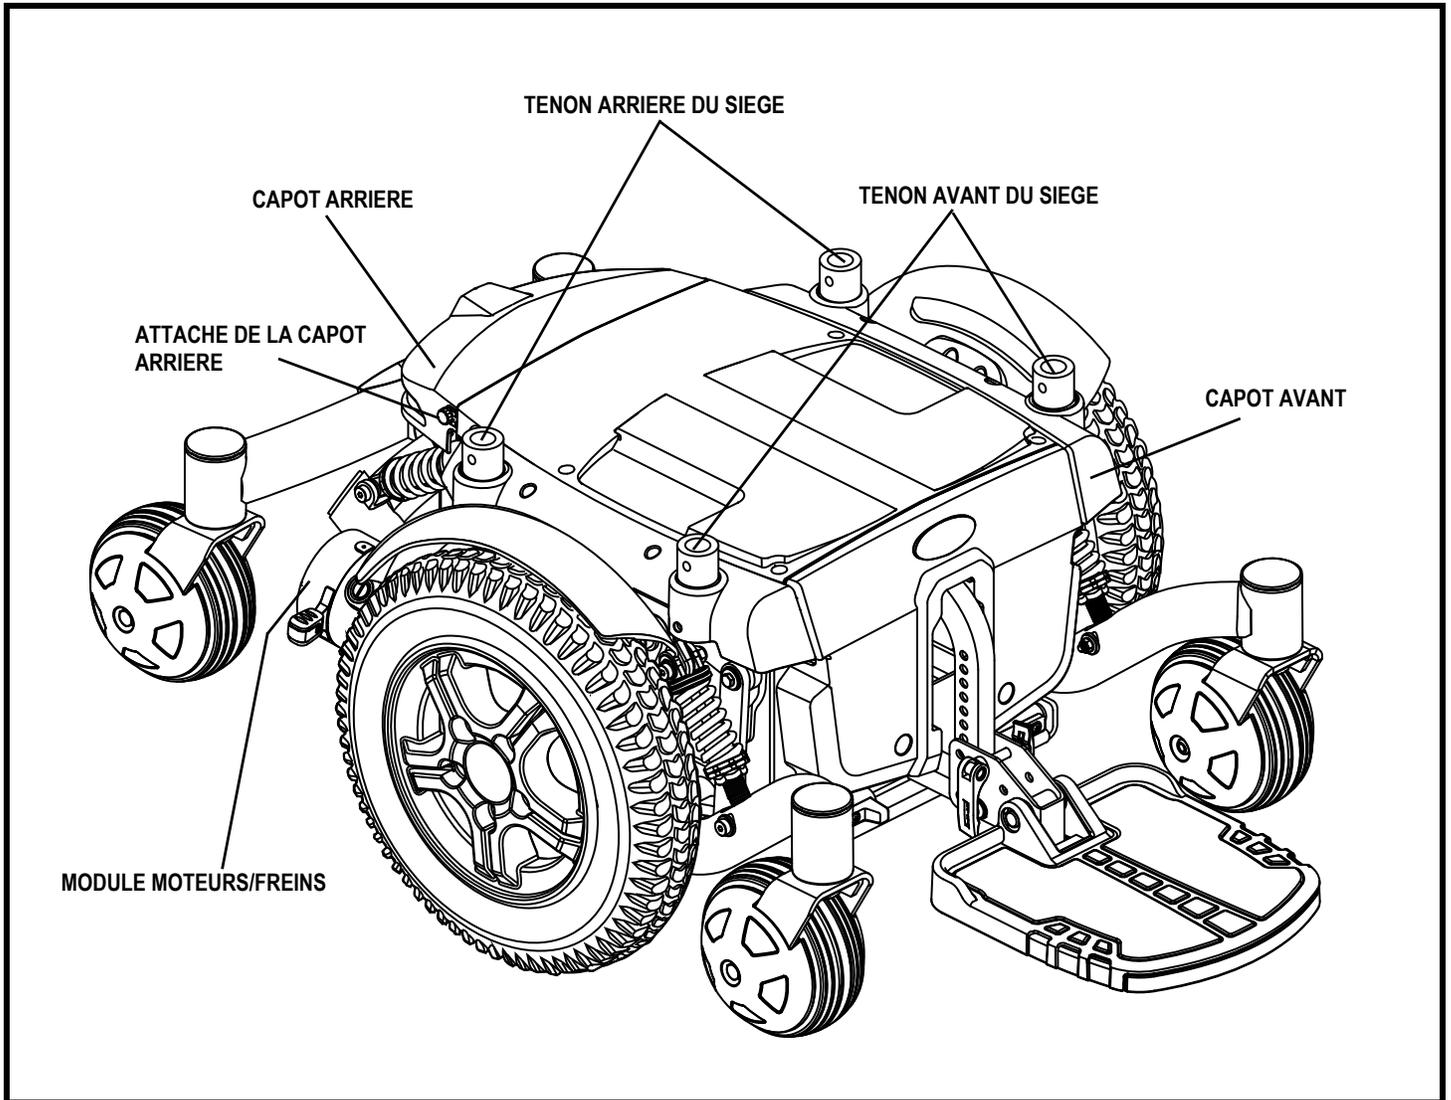

Figure 6. Base motorisée de Quantum 6000Z
5. Tournez les attaches du capot un quart de tour dans le sens opposé aux aiguilles d'une montre. **Voir la figure 6.**
7. Réinstallez le capot puis resserez les fixations. **Voir la figure 6.**
3. Retirez le capot. Tournez ses attaches un quart de tour dans le sens opposé aux aiguilles d'une montre. **Voir la figure 6.**